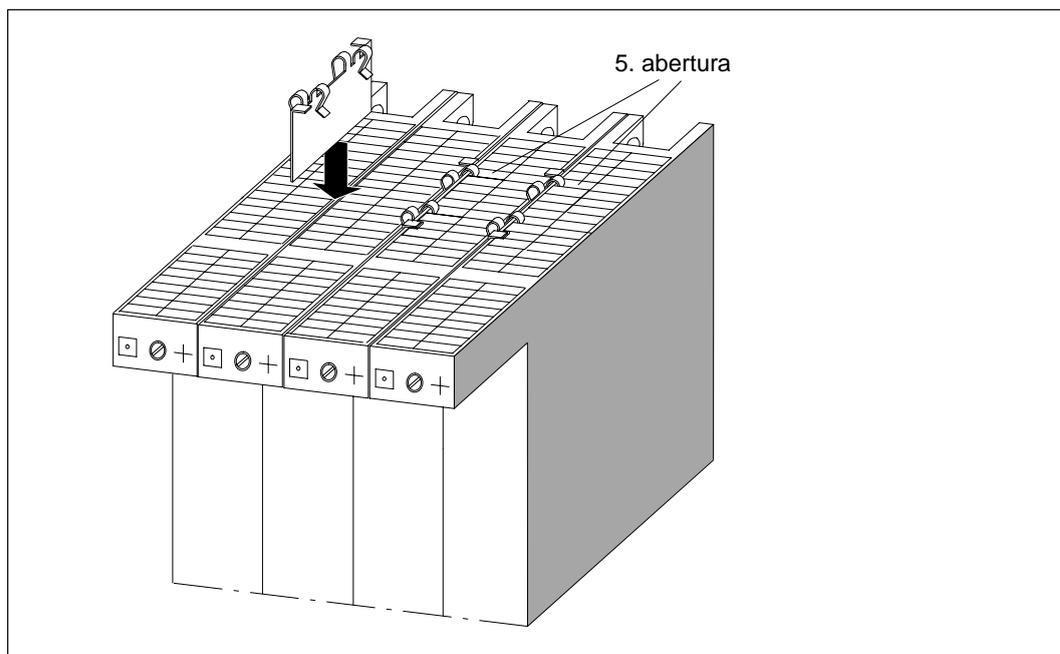

Figura 8-11 Inserción de clips de ensamblaje de los módulos (principio)
1. Insertar un clip entre dos módulos de la forma que muestra la figura 8-11, parte superior, hasta que sus lengüetas curvadas toquen los módulos.